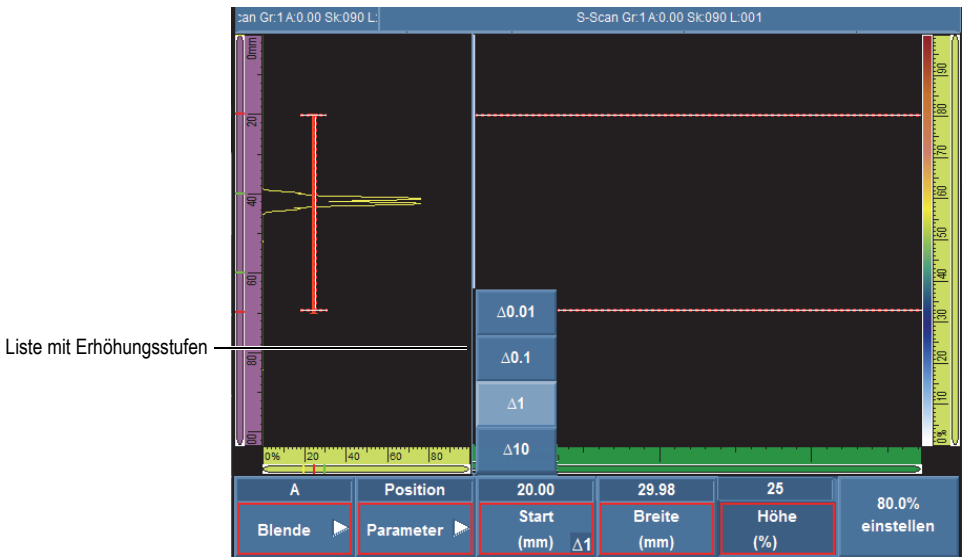
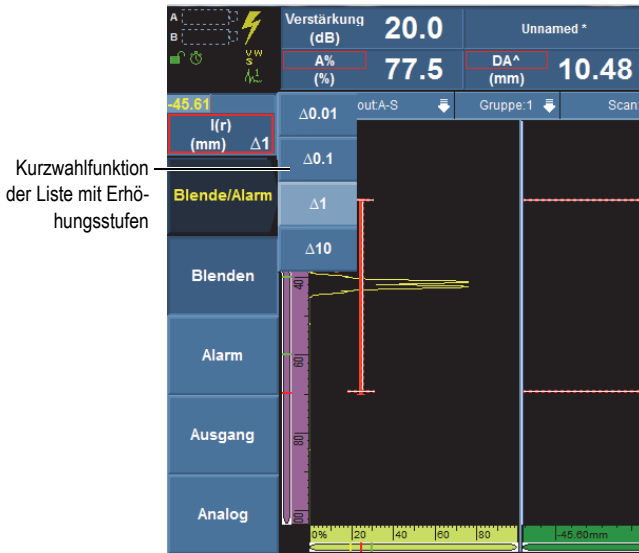

Abbildung 2 Liste mit Erhöhungsstufen
Abbildung 3 Kurzwahlfunktion der Liste mit Erhöhungsstufen
- **Um die Erhöhungsstufe ( $\Delta$ ) zu ändern**, klicken Sie zuerst auf den Parameter, um den Bearbeitungsmodus zu aktivieren, klicken Sie mit der rechten Maustaste auf den Wert und wählen Sie dann aus der Liste die gewünschte Erhöhungsstufe aus (siehe Abbildung 2 auf Seite 4). Die Liste mit Erhöhungsstufen wird auch in der Kurzwahlfunktion angezeigt (siehe Abbildung 3 auf Seite 4).